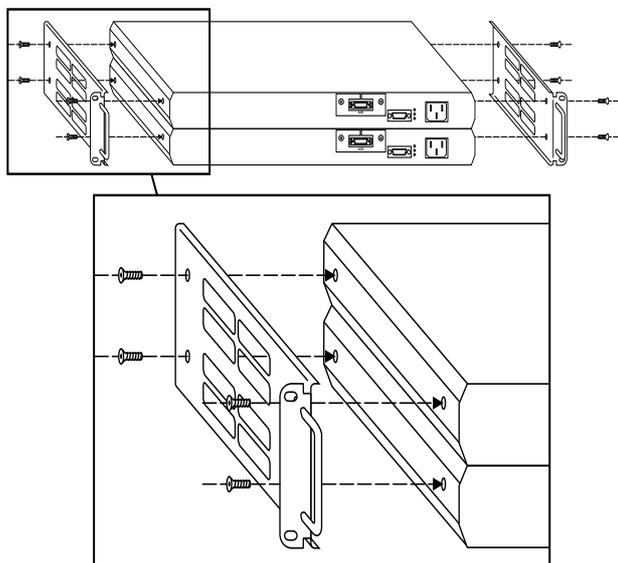

図 1.7 サイドパネルでの左右側面のネジ止め (C36C2 ラックの図)
- (2) ハブ本体の左右にそれぞれサイドパネルを取付け、図 1.7 のように添付されているベネジを使って 4ヶ所を固定します。